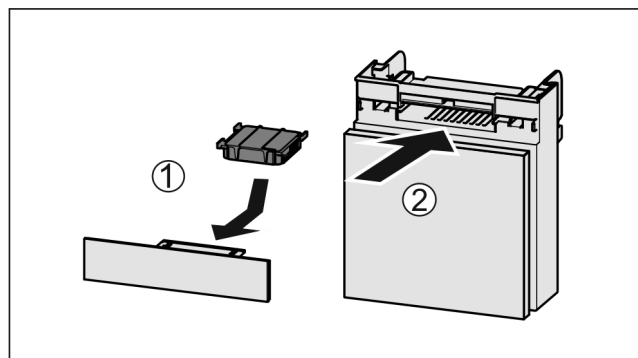

Fig. 132
- ▶ Установите фильтр с активированным углем, как показано на рисунке Fig. 132 (1).
- ▶ Вставьте отделение Fig. 132 (2).